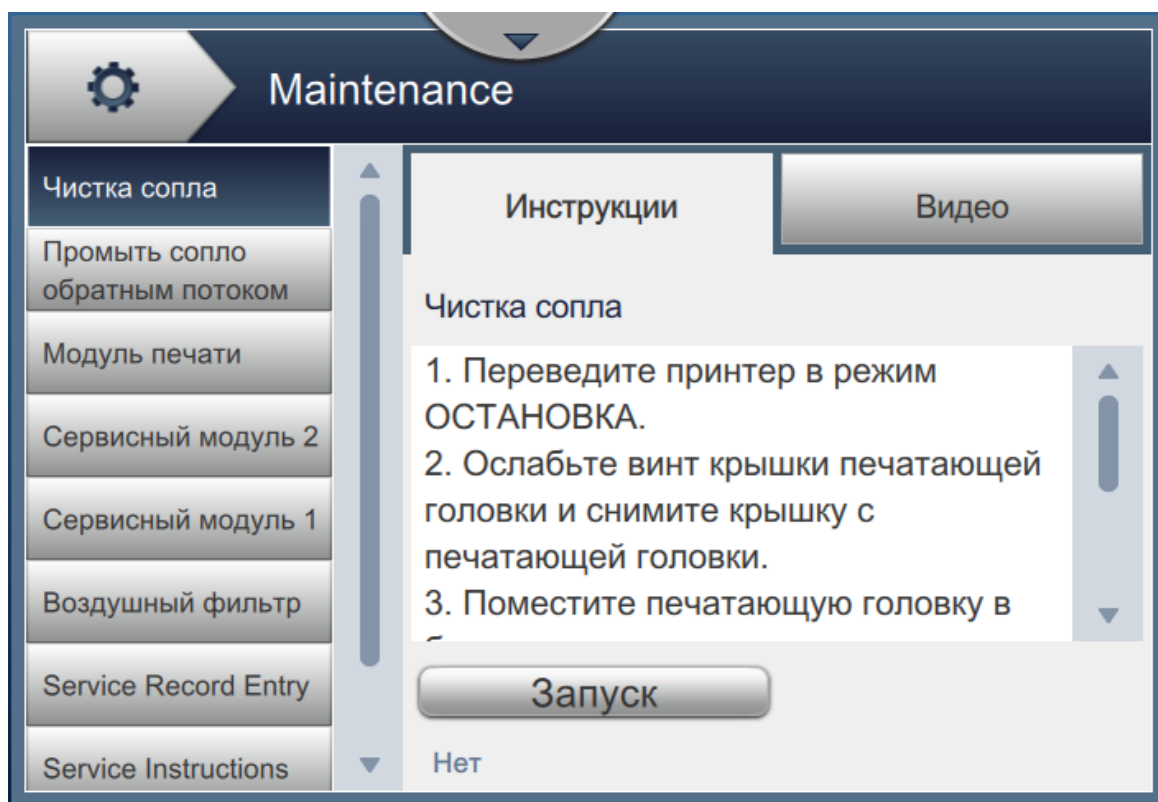

Рис. 6-22. Техническое обслуживание
1. Нажмите кнопку  на экране «Инструменты». Откроется экран «Техническое обслуживание», как показано на Рис. 6-22.